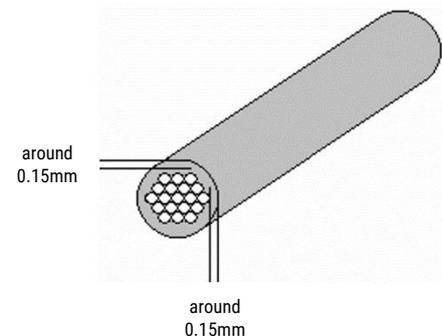

Figura 2
- Limpie el exceso de goma de los cables para garantizar la uniformidad antes de cortar los cables a la medida. Consulte Figura 2.
- Limpie el exceso de goma de los cables para garantizar uniformidad antes de cortar los cables a la medida. Consulte Figura 2.